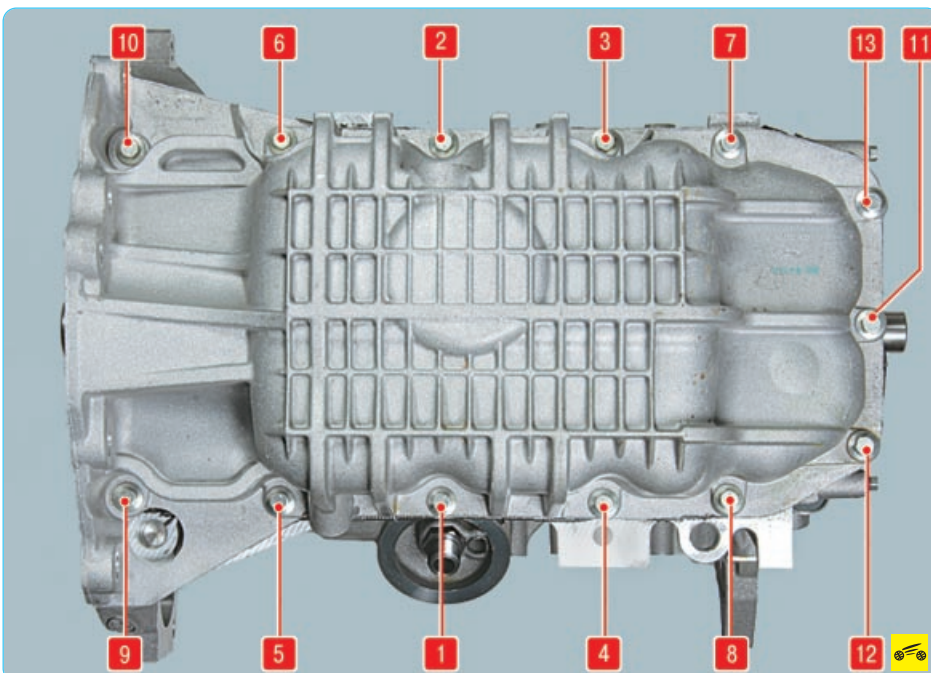

Рис. 5.24. Порядок затяжки болтов крепления масляного картера двигателей Duratec объемом 1,4 и 1,6 л
3. Выверните тринадцать болтов (рис. 5.24) крепления масляного картера к блоку цилиндров двигателя.
9. Затяните болты крепления картера в порядке, указанном на рис. 5.24, в два этапа: